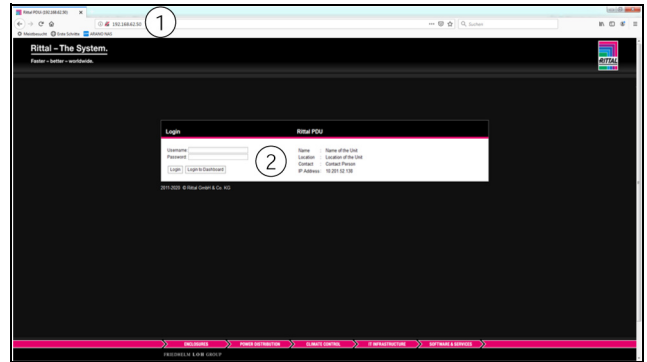

Imagen 34: Ventana de registro para realizar el registro en el equipo
- Introduzca en el navegador la dirección de red que se muestra. En el ejemplo <http://10.201.52.138> (cf. imagen 34, pos. 1). Se mostrará la ventana de registro.
- Regístrese como usuario «admin» con la clave «admin» (cf. imagen 34, pos. 2)
- Introduzca en el navegador la dirección **http://192.168.0.200** (imagen 34, pos. 1). Se mostrará la ventana de registro.
- Regístrese como usuario **admin** con la clave **admin** (imagen 34, pos. 2).